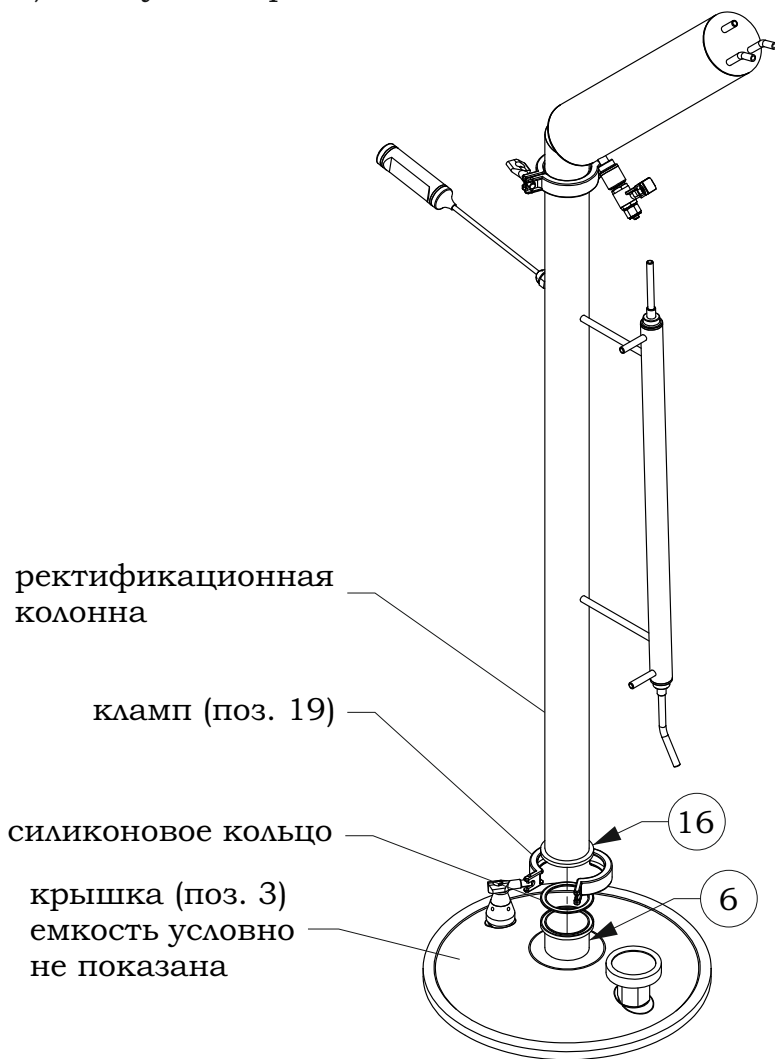

Рис. 6. Схема установки ректификационной колонны на крышку емкости
6. Установить ректификационную колонну на крышку (поз. 3), соединив горловину (поз. 6) и фланец царги (поз. 16) при помощи клампа с силиконовым кольцом (поз. 19). Схему см. на рис. 6.